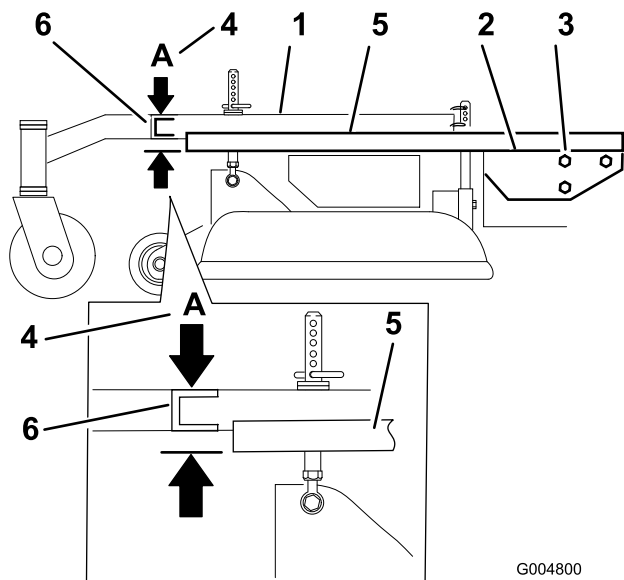

Figura 54
3. Coloque una regla larga en la parte superior de la carcasa del motor según se ilustra en la Figura 54.
4. En la ranura transversal del bastidor de tiro, mida la altura en la posición **A** (Figura 54). Debe ser de 33 mm, con una tolerancia de más o menos 6 mm.
6. Afloje los pernos de montaje del bastidor de tiro en los dos lados de la máquina (Figura 54).
7. Alinee el bastidor de tiro y la carcasa del motor para que tengan una altura de 33 mm, con una tolerancia de más o menos 6 mm, en la posición **A** (Figura 54).